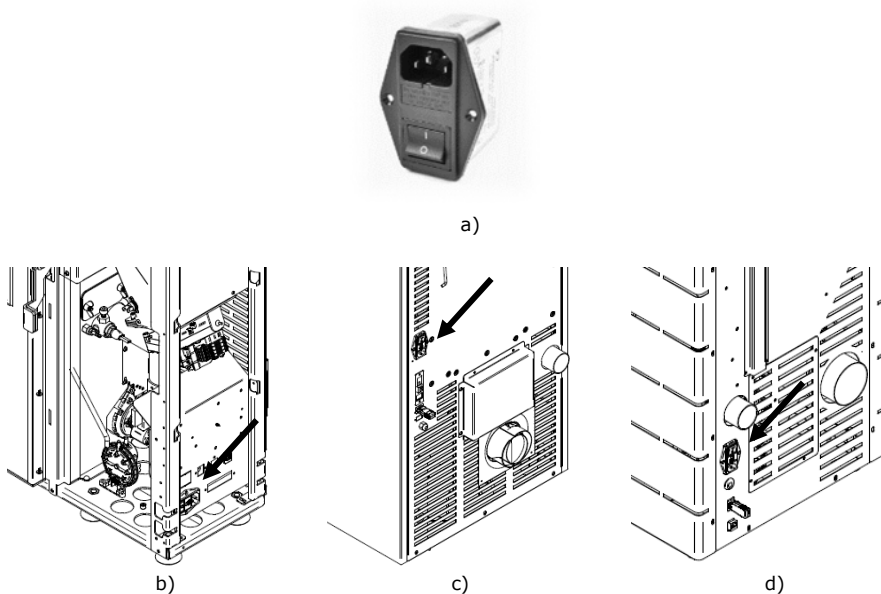

Figura 105 - Enchufe de corriente eléctrica
- Asegúrese de que la estufa se encuentra correctamente conectada a la red eléctrica a través del cable de alimentación de 230 V CA. El enchufe de corriente eléctrica está situado en el lado derecho del equipo, debajo de la tapa lateral en el caso del equipo de Nevada (Figura 105-b) y en la parte posterior del equipo de Everest (Figura 105-c) y E100 (Figura 105).